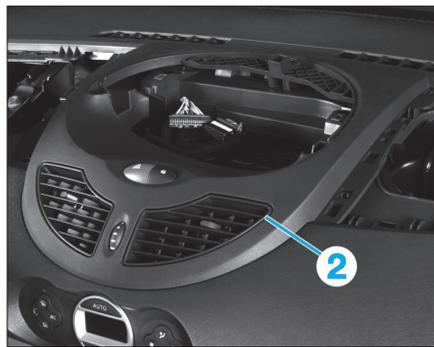

Fig. 21
- Dégrafer la grille d'aérateur centrale (2) puis débrancher le connecteur de feux de détresse et de condamnation centralisée (Fig.21).